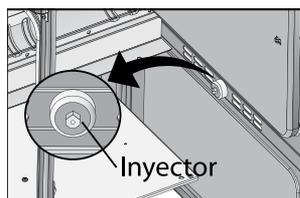

Figura 46
- Visualice el inyector ubicado en la parte inferior del horno. Con ayuda de una llave boca fija de 8 mm retire el inyector original e instale el inyector que compró usando un sellante de traba química fuerza media para evitar fugas. (Ver figura 46).